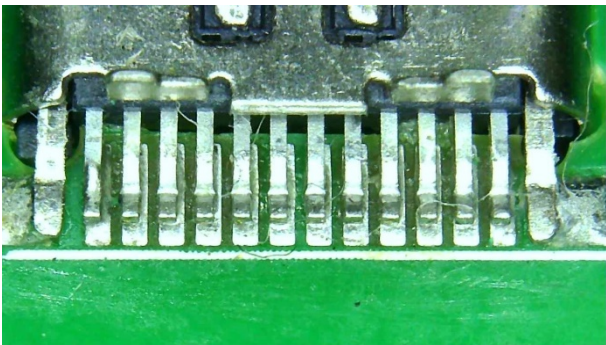

Abbildung 2: IPC konform verlötete Bauteilanschlüsse auf der Leiterplattenoberseite
6. AOI Kontrolle (siehe Abbildung 2 und 3)